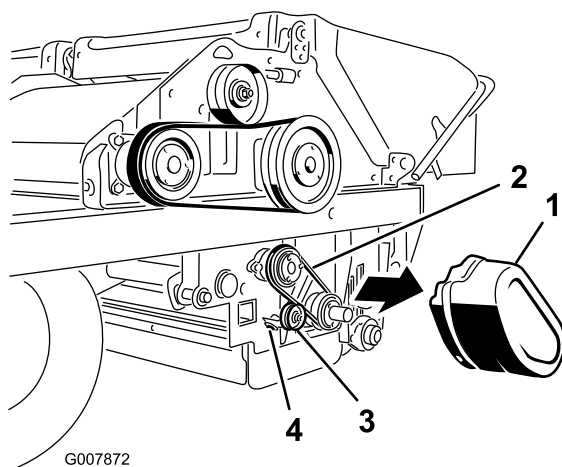

Figura 62
1. Togliete il paracinghia (Figura 62).
2. Allentate il dado sulla puleggia tendicinghia (Figura 62).
3. Spingete la puleggia tendicinghia nella cinghia e serrate il dado della puleggia Figura 62).